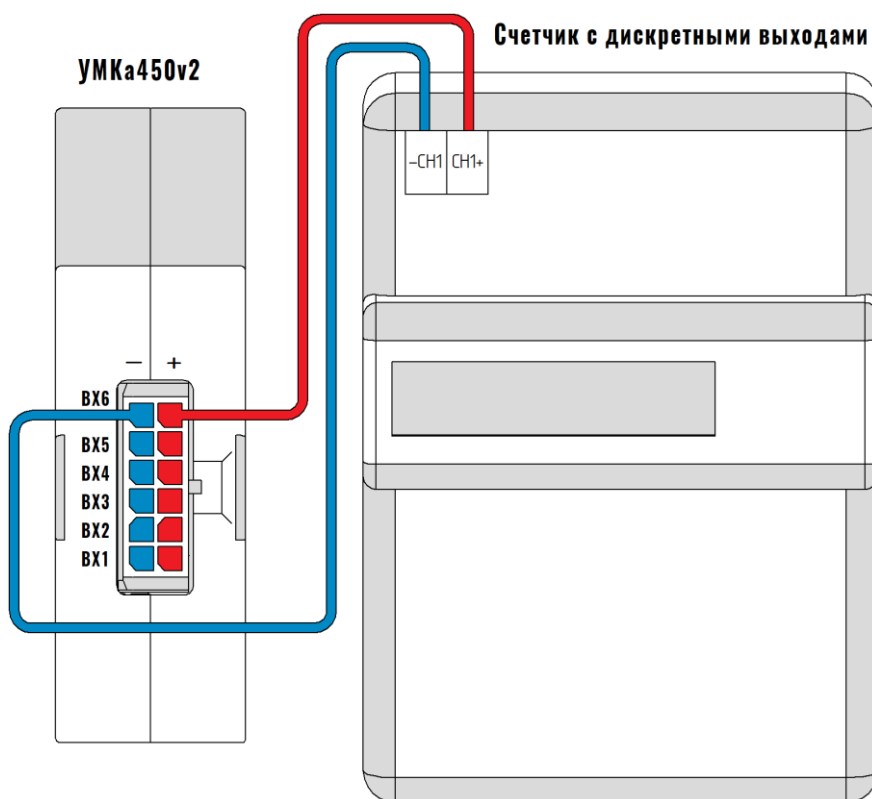
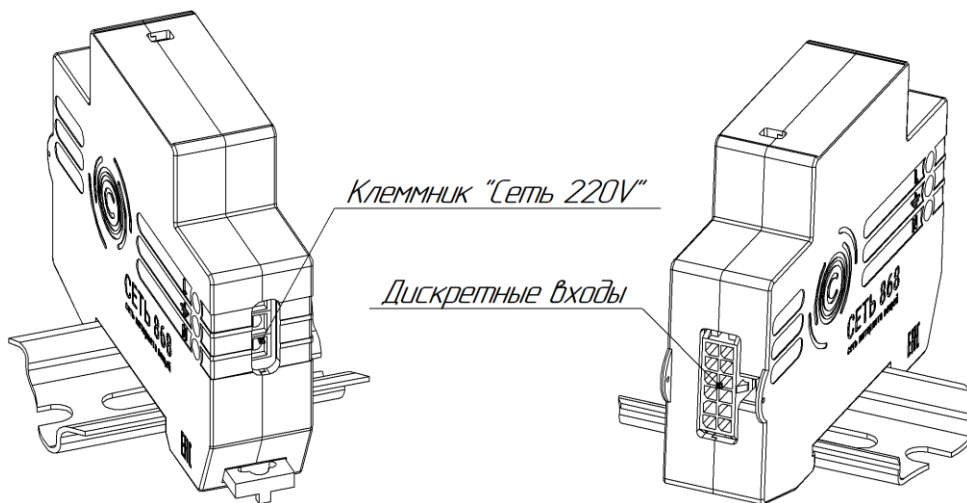

Рисунок 3.4 Подключение счетчиков к УМКа450v2
Рисунок 3.5 Подключение счетчиков и сетевого напряжения
- Для подключения счетчиков к разъёму (см. рис. 3.5) заделайте нужное количество проводов в разъём из комплекта поставки соблюдая полярность подключения (глава 2.3). К устройству возможно подключить до 6 счетчиков (Рисунок 3.4). Максимальная длина провода до 20 метров с сечением от 0.2 до 0.5 мм².
- Подключите сетевое напряжение к разъему «Сеть 220V»(см. рис. 3.5) соблюдая полярность подключения. Подключение устройства к сети осуществляется проводом сечением 0.75 мм². Зачистку проводов необходимо выполнять таким образом, чтобы срез изоляции плотно прилегал к клеммнику и их оголенные концы после подключения к устройству не выступали за пределы клеммника. Рекомендуется на концы проводов одеть гильзы.